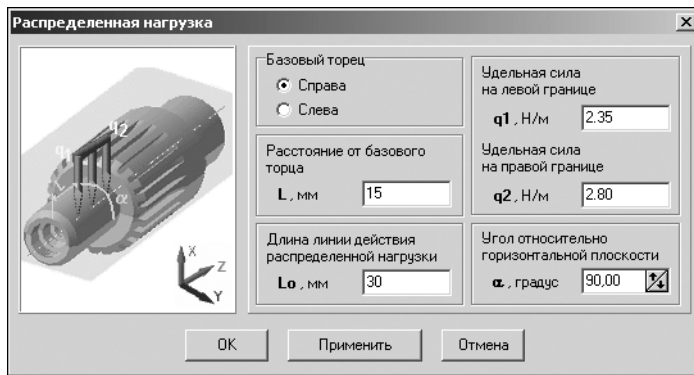

Рис. 6.3.
2. В развернувшемся меню выберите команду **Распределенная нагрузка**. Откроется окно, предназначенное для ввода параметров нагрузки (рис. 6.3). В окне показана схема приложения распределенной нагрузки и расположены поля для ввода значений, определяющих место приложения нагрузки, ее величину и направление.